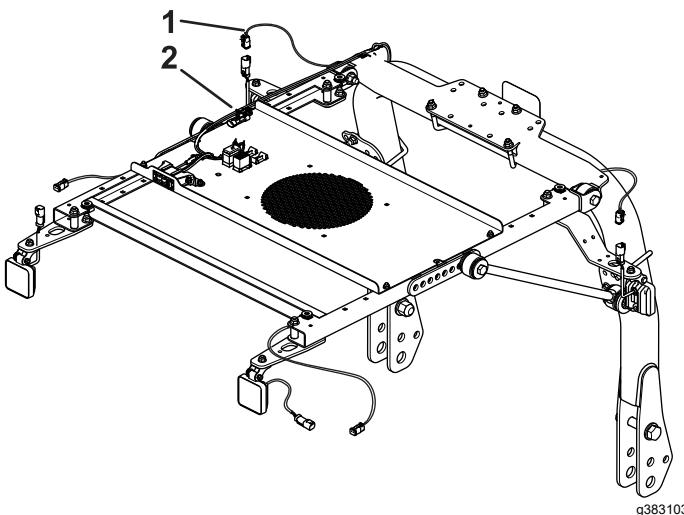

Bild 6
3. Stecken Sie den Anschluss am anderen Lampenkabelbaum in den Anschluss am Kabelbaum der Schalterplatte (Bild 6).
4. Verlegen Sie den Kabelbaum, wie in Bild 6 abgebildet, und befestigen Sie ihn mit den Kabelbindern.